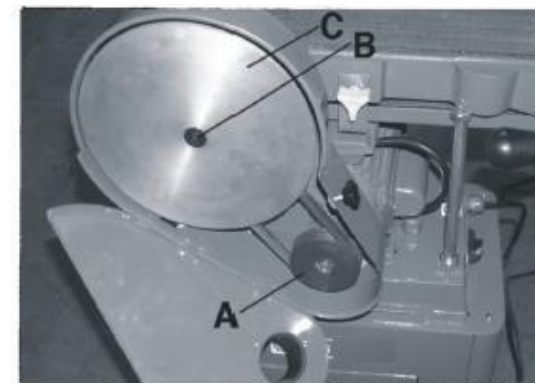

Рис. 20
3. Отвернуть и снять рукоятку фиксации крышки шлифовального диска и открыть крышку шлифовальной ленты для получения доступа к ведущему шкиву (А) двигателя, как показано на рис. 20.
6. Чтобы полностью снять клиновой ремень, следует снять алюминиевый диск. Снять шлифовальный диск с алюминиевого диска. Отвернуть винт (В), рис. 20, и снять алюминиевый диск (С) с ведущего вала шлифовального диска/ремня.